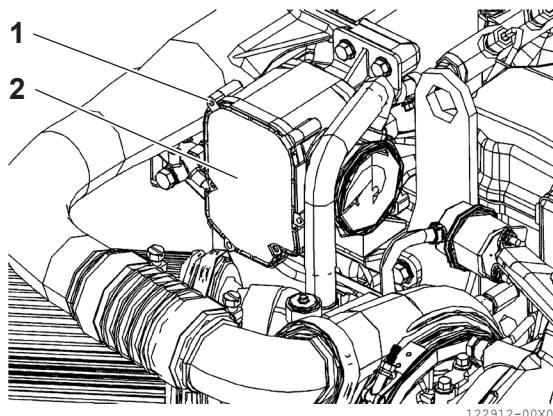

Figura 6
1. Allentare le viti (**Figura 6, (1)**) e rimuovere il coperchio dell'alloggiamento del filtro (**Figura 6, (2)**).